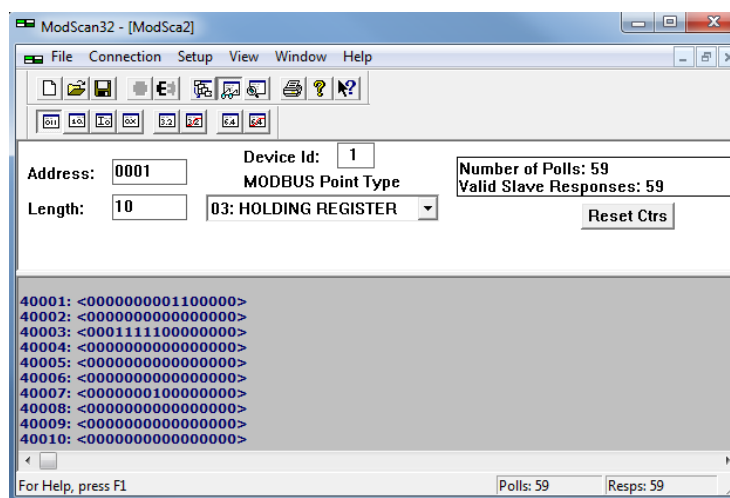

Рис. 12
2.1 Для имитации передачи данных от Modbus TCP Master на MGate 5105-MB-EIP необходимо запустить программу Modscan32 (Рис. 12).